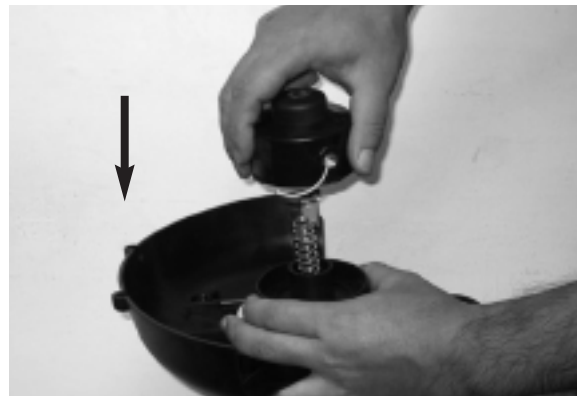
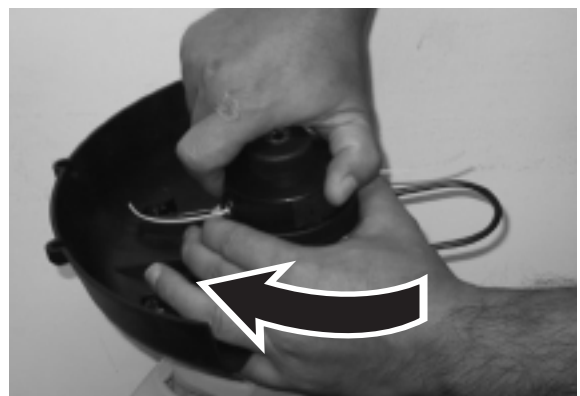

Fig. 28
Fig. 29
8. En veillant à bien insérer le ressort, remontez l'ensemble support de bobine et bobine dans le coupe-herbe. Pour ce faire, poussez sur la tête et tournez l'ensemble dans le sens des aiguilles d'une montre jusqu'à ce qu'il se fixe en position. (Fig. 28 and Fig. 29)